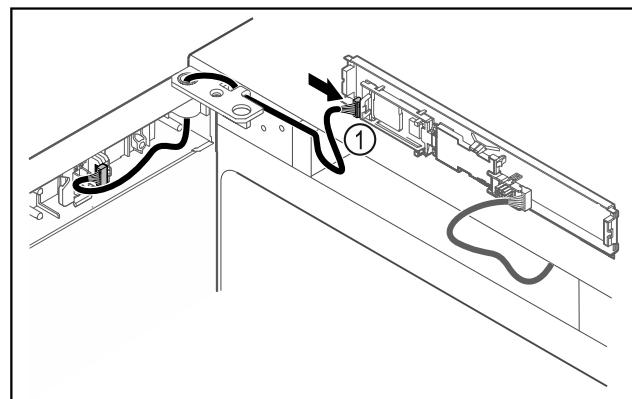

Fig. 35
- Enchufar el conector Fig. 35 (1) en la platina.